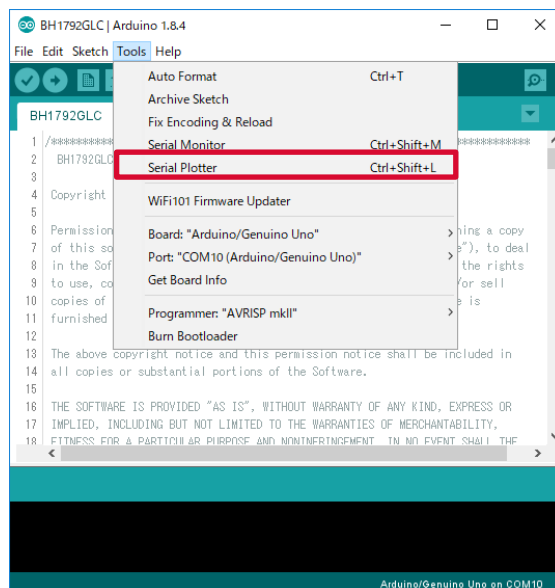

図 5 ツール設定
4. [Tools]->[Serial Plotter]を起動 (図 5)